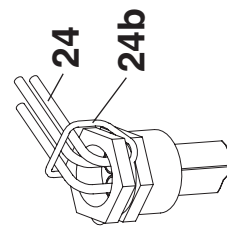

Figura 17a
19. Lasciare uscire i cavi dell'interruttore (19) di contatto della porta e del ventilatore (19a) e inoltre (se presenti) del miscelatore di mantenimento dell'alta temperatura sul ritorno e del relativo sensore e della pompa primaria dall'apertura (19b) della parete laterale.
20. Montare il bocchettone di sfiato (20) (lunghezza minima del bocchettone R1x190) e isolarlo (a cura del cliente).
21. Montare la sicurezza termica con scarico (21). Guidare i tubi di collegamento verticalmente verso l'alto e non sopra ai coperchi posteriori (coperchi di pulizia!). Guidare i sensori delle valvole con manicotto a immersione, per la sicurezza termica con scarico (scambiatore di calore di sicurezza), attraverso la canalina dei cavi nella muffola (21a).
22. Smontare la lamiera di copertura (22) della cassetta di comando (22a).
23. Inserire il sensore capillare dei gas di scarico nel manicotto a immersione (23) sul tubo dei gas di scarico e fissarlo con molla capillare.
24. Tirare, attraverso l'apertura (19b) e nel canale dei cavi nella parete laterale, il pacchetto dei sensori capillari con i sensori a immersione (24, Figura 17a), infilarli nel manicotto a immersione (24b) fino all'arresto e fissarli mediante molle di tenuta (24b, Figura 17a).